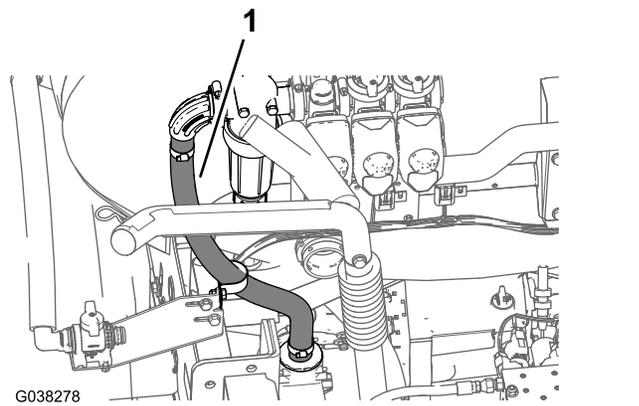

Bild 71
3. Verlegen Sie den Sprühzulaufschlauch nach unten und zum T-Anschlussstück, das sich vor dem Druckentlastungsventil befindet, wie in Bild 71 abgebildet.